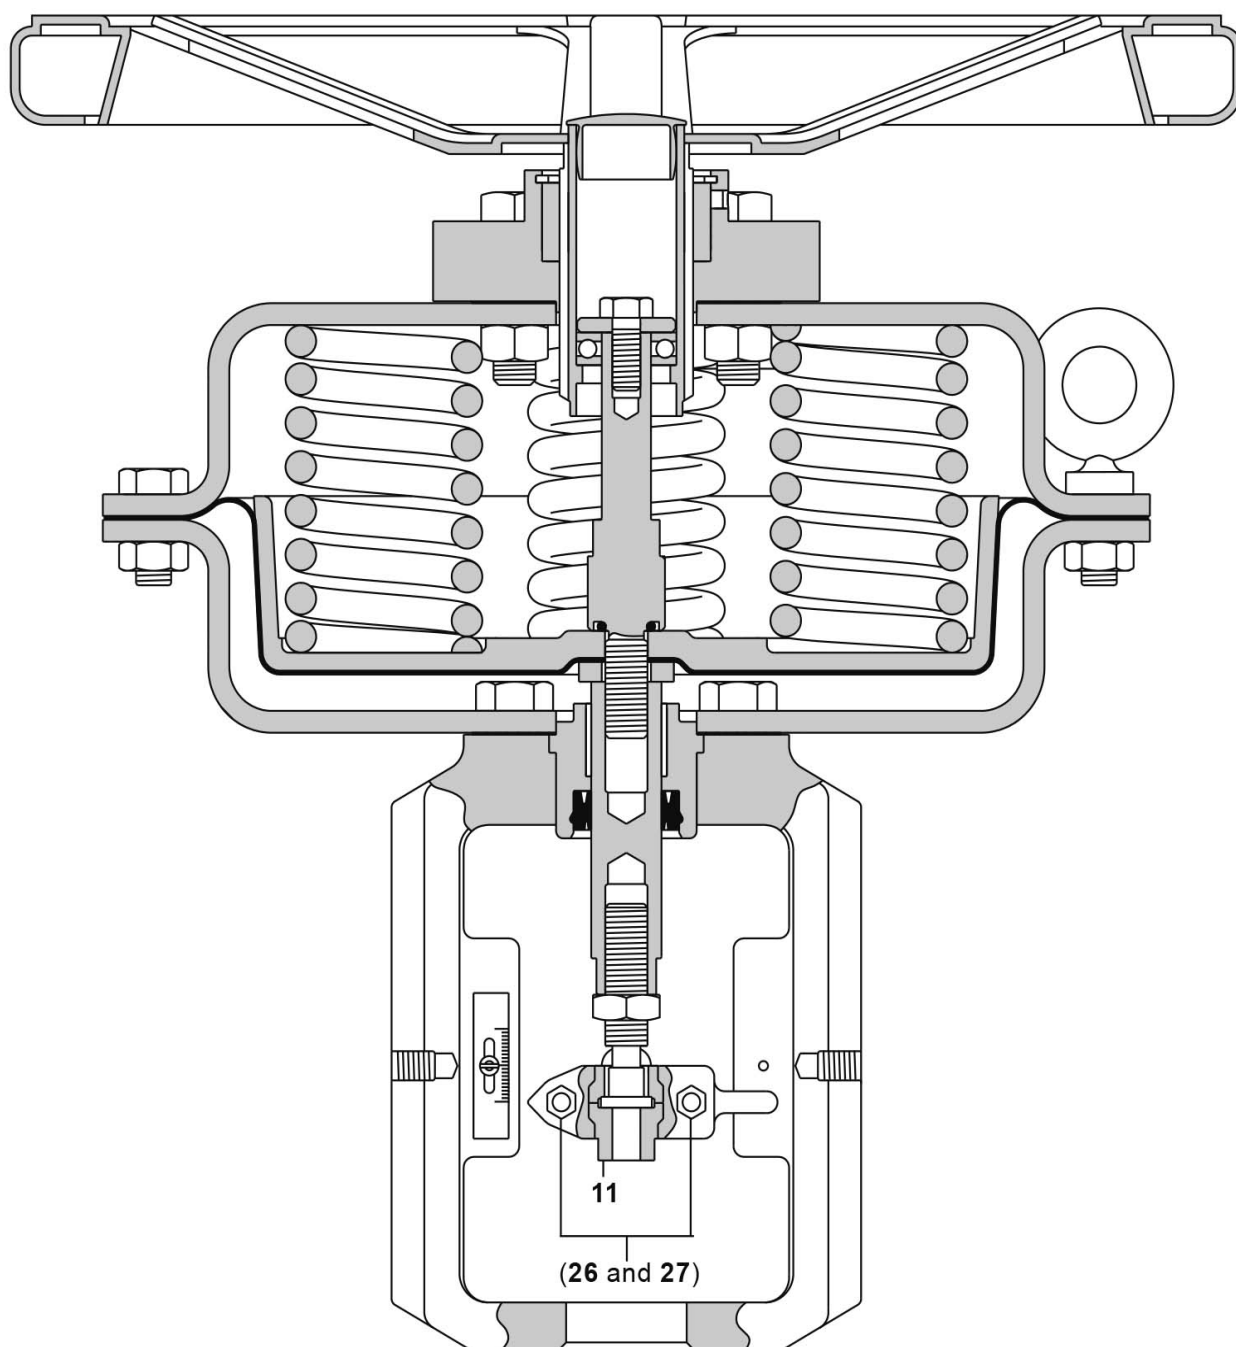

Fig. 10
- Desserrer et enlever les vis et écrous de clamps (**26** et **27**, voir Fig. 10) et ôter l'adaptateur de vanne (**11**).